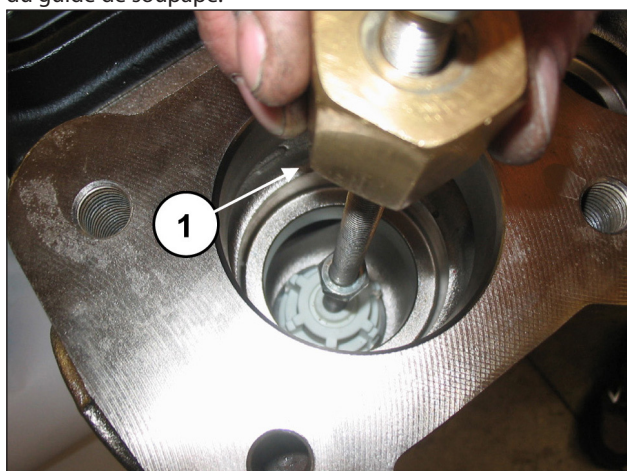

Fig. 105
Extraire l'ensemble de la soupape d'aspiration à l'aide d'un extracteur à inertie (réf. 27516400) à appliquer sur le trou M10 du guide de soupape (rep. ①, Fig. 105) ou, en complément, un adaptateur M10-M16 (réf. 25089700) à fixer sur le filetage M16 du guide de soupape.